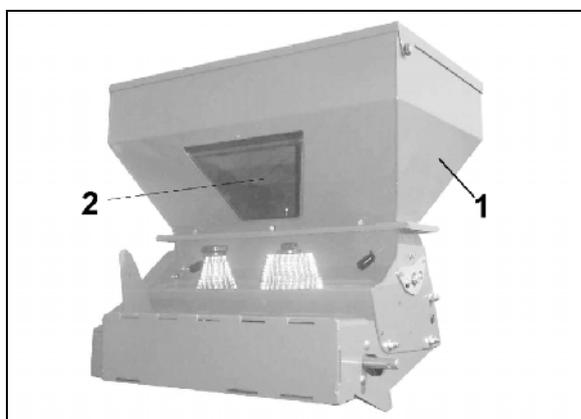

Fig. 8
Depósito (Fig. 8/1) con
- Ventana de inspección (Fig. 8/2)